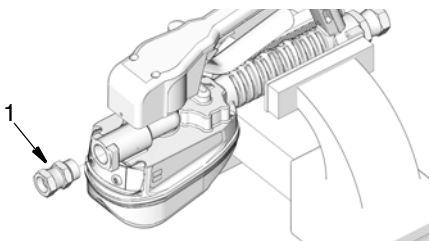

图 3
3. 在出口中安装管件（1），如图 3 所示。用扳手拧紧管件。